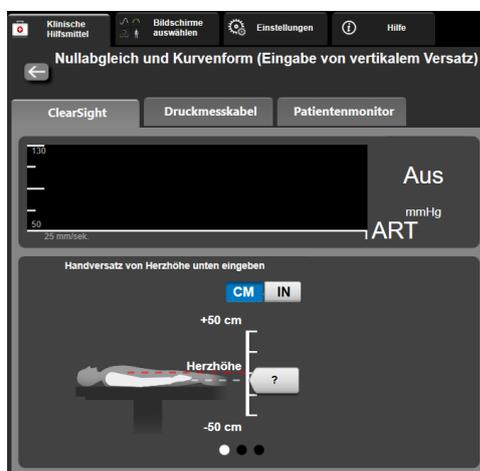

Abbildung 11-6 Bildschirm Nullabgleich und Kurvenform – Eingabe von vertikalem Versatz
- In diesem Modus wird im Bildschirm **Nullabgleich und Kurvenform** (dargestellt in Abbildung 11-6) eine vertikale Skalierungsleiste angezeigt, um den Versatz der Hand relativ zum Herzen darzustellen; der Nullpunkt befindet sich dabei auf Herzebene. Bei einem positiven Versatz befindet sich die Hand in der ausgewählten Patientenposition über der Herzebene. Wählen Sie die gewünschte Einheit der Skalierungsleiste aus: **CM** oder **IN**.